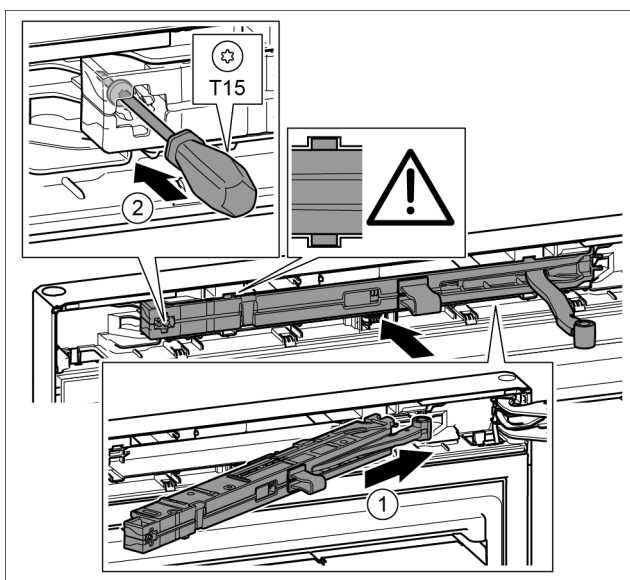

Fig. 41
- Introduzca la unidad de amortiguador de cierre en el lado del soporte de cojinete en posición inclinada en la escotadura hasta el tope. Fig. 41 (1)
- Apriete el tornillo con un destornillador T15. Fig. 41 (2)